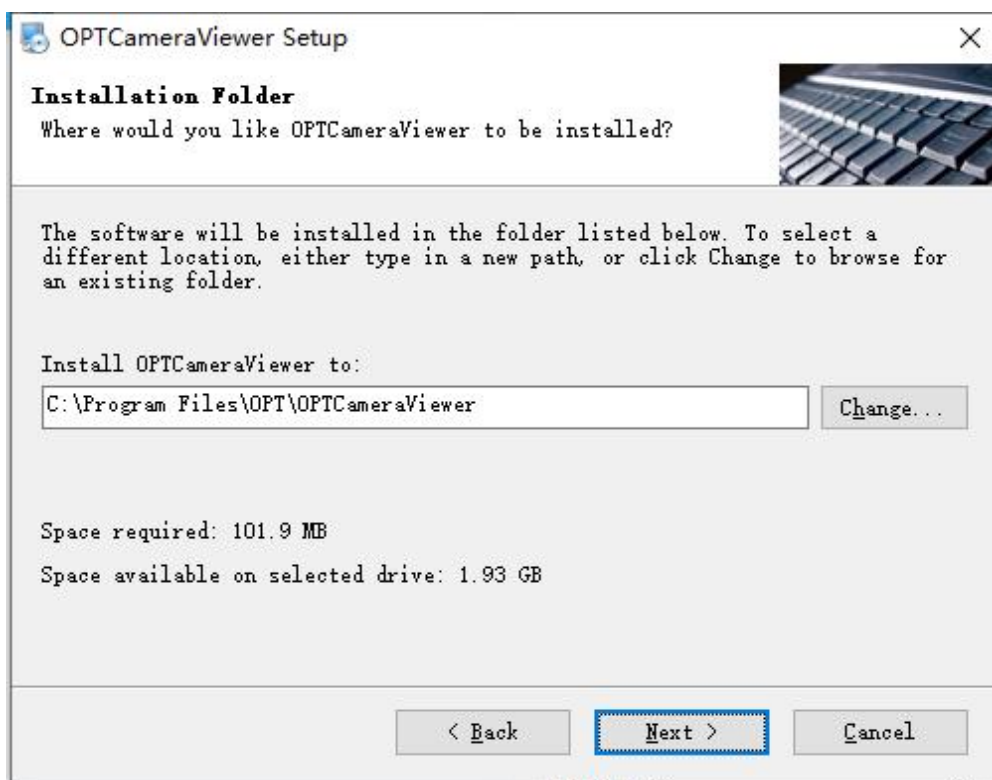

图 3-3 安装文件夹窗口
4. 进入安装文件夹窗口如图 3-3 所示，选择软件安装路径（默认路径为：C:\Program Files\OPT\OPTCameraViewer）并点击下一步按钮，继续安装流程。